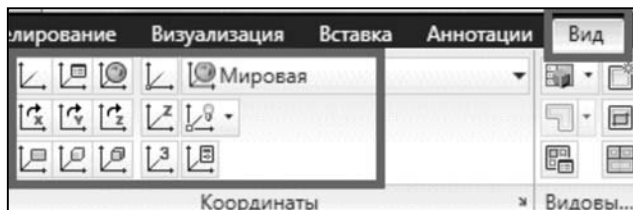

Рис. 2.1. Расположение команды вызова ПСК
- ◆ «Лента»: «Вид» / «Координаты» / «ПСК» (рис. 2.1);